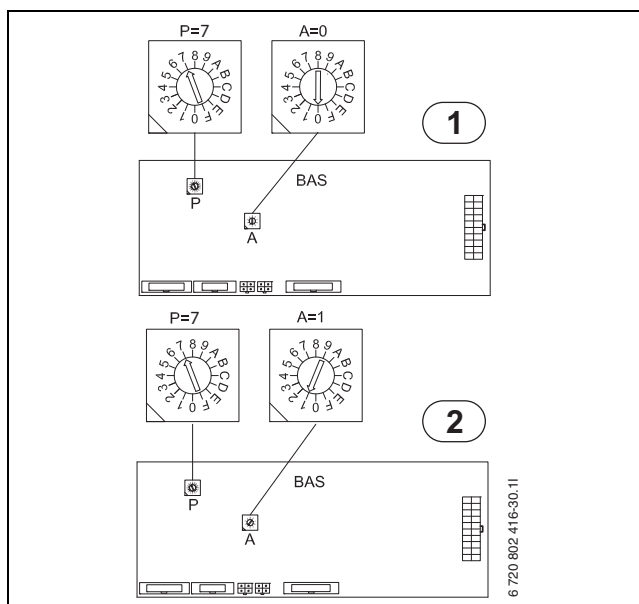

Bild 74 Adressering av värmepump 1 och 2
6. Adressera om BAS (värmepump 2) från A=0 till A=1 (→ bild 74). Sätt terminerings switch i läge Term på PEL (värmepump 2).